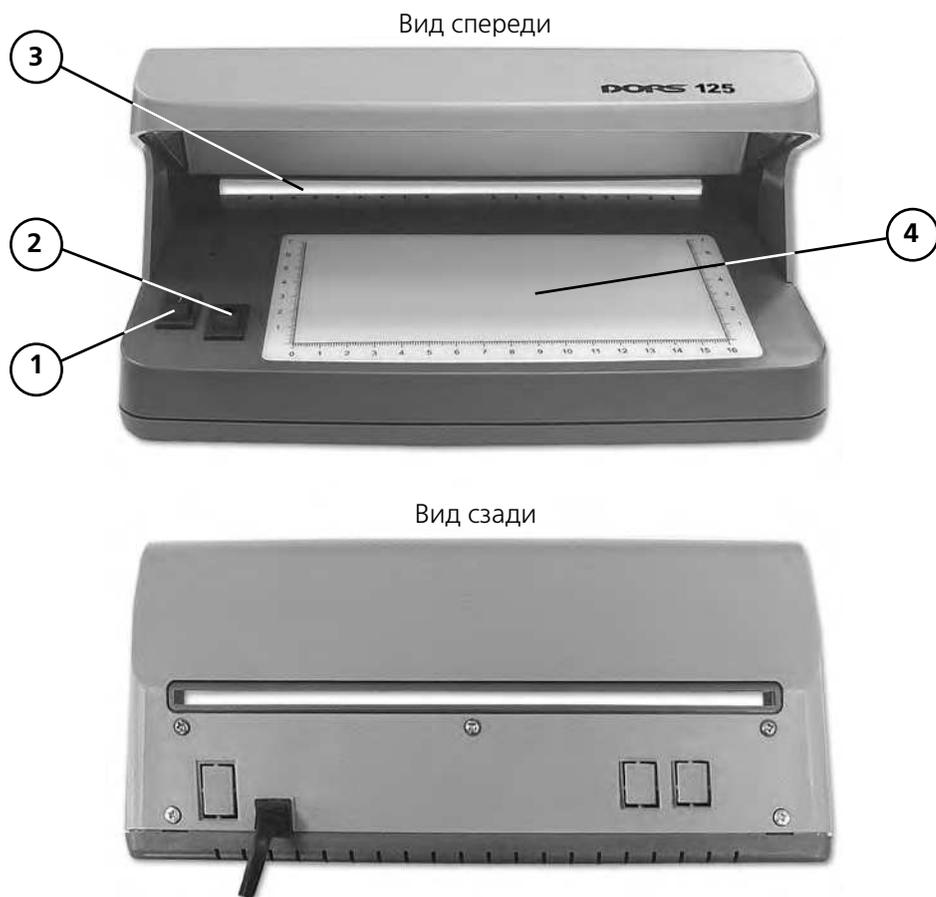
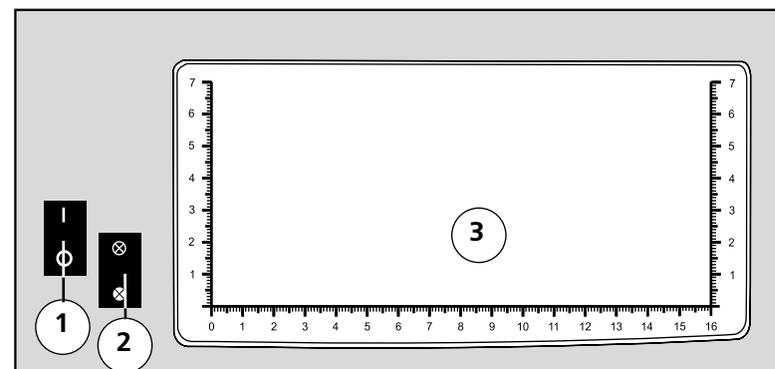

Рис. 1
Рис. 2.
1. Подключите детектор к сети (220 В, 50 Гц). Включите детектор нажатием клавиши выключателя «Сеть» на передней панели (рис. 1, поз. 1) – просмотровая зона (рис. 2, поз. 3) осветится синим или белым светом, в зависимости от положения переключателя "УФ/белый свет".
детектора (рис. 2, поз. 2) выберите необходимый режим работы:
2. Расположите одну или несколько банкнот на передней панели детектора в просмотрной зоне (рис. 2, поз. 3).